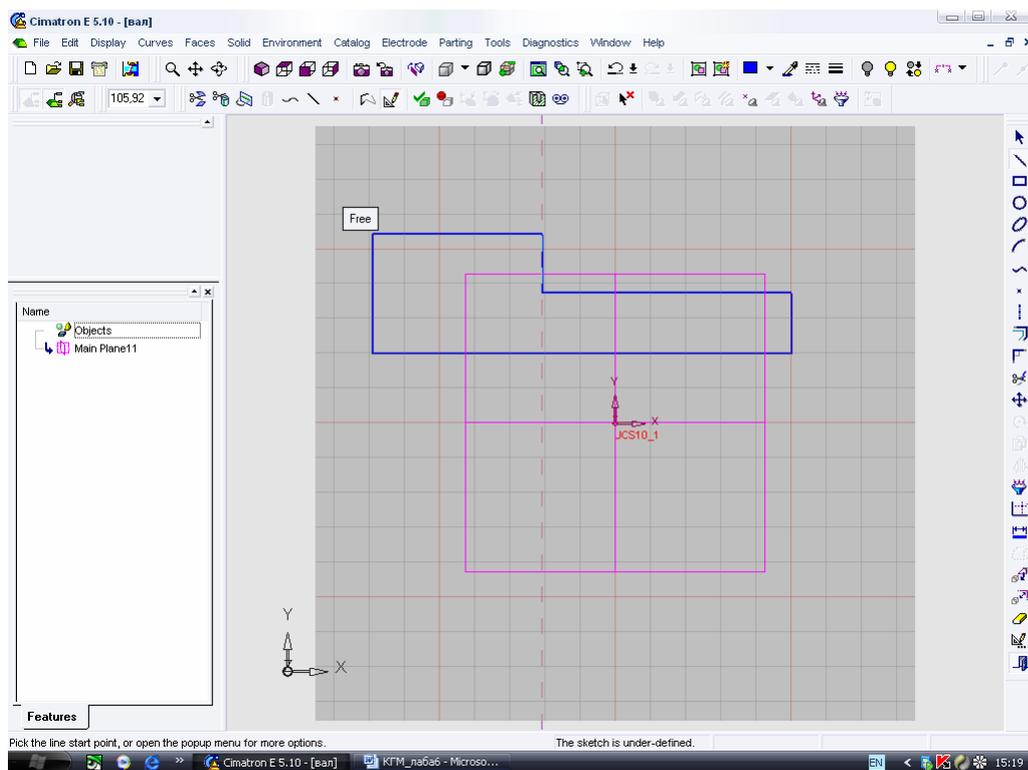
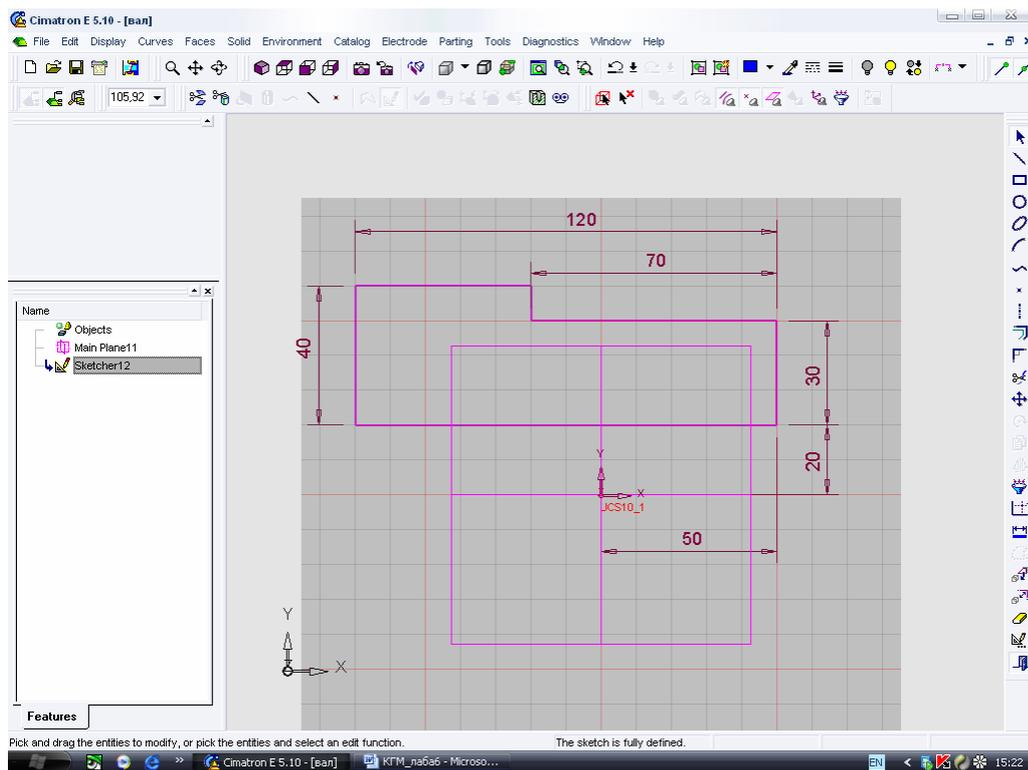

Рисунок 2 - Эскиз контура вала, построенный в Scetcher
Рисунок 3 - Простановка размеров контура для полного образмеривания
2. На панели инструментов нажимаем кнопку Scetcher (эскизник), указываем курсором и нажатием ЛКМ плоскость XY для эскизирования. В Scetcher строим эскиз контура вала (рисунок 2), используя команду Line. Производим простановку размеров эскиза так, чтобы контур был полностью образмерен и определен относительно системы координат (рисунок 3). Выходим из Scetcher.